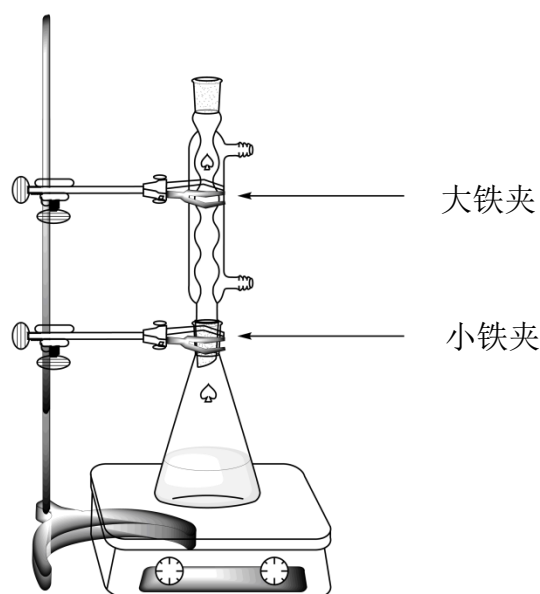

图 1. 氧化反应的加热装置图
4. 松开冷凝管的大铁夹, 将冷凝管连接在锥形瓶的磨口上, 调整并固定好 (参见图 1)。举起你的 HELP 牌, 监考老师将过来帮你打开冷凝水和电磁搅拌的加热开关。
2. **进行粗产品的重结晶**：向装有粗产品的带磨口的 50 mL 锥形瓶中加入适量的上述混合溶剂，按照图 1 搭建好加热回流装置。**举起**你的 HELP 牌，监考老师将过来帮你打开冷凝水和电磁搅拌的加热开关。如果需要，可从冷凝管的上方**加入**重结晶溶剂。